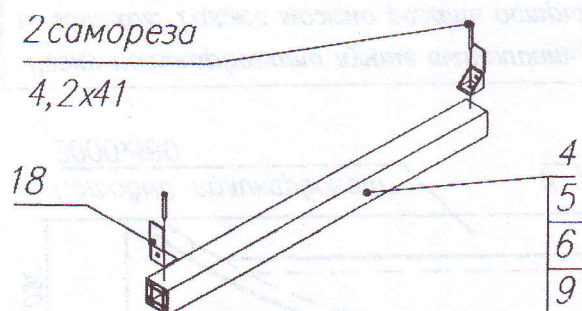

Рис.5
3.3. Присоедините пластиковые уголки 18 к деталям 4, 5, 6 и 9 согласно рис. 5.